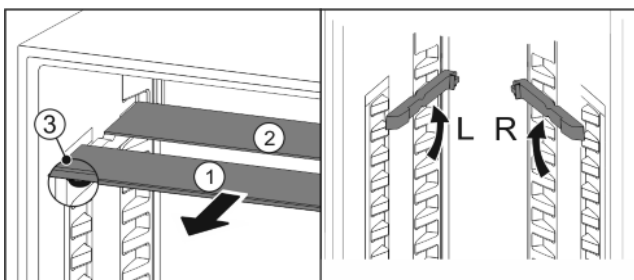

Fig. 17
- ▶ Extrageți Fig. 17 (1) pe rând plăcile de sticlă spre înainte.
- ▷ Placa de sticlă Fig. 17 (1) cu opritoarele împotriva extragerii se află în față.
- ▷ Opritoarele arată în jos Fig. 17 (3).